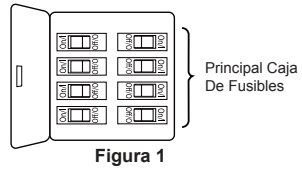

Figura 1
Uso de perfil bajo (Figura 1)
1. Extraiga la pieza de la bola colgante de la unidad de la bola colgante / varilla aflojando el tornillo de presión de la bola colgante hasta que la bola se libere de la varilla. Retire el pasador del barral y luego extraiga la semiesfera. Conserve el pasador y la semiesfera para su instalación en el Paso 6. (Figura 1)
Para evitar una posible descarga eléctrica, asegúrese de cortar la alimentación eléctrica de la caja de fusibles principal antes de colgar el ventilador. (Figura 1)
1. Para configurar el código de unidad del receptor. Deslice los interruptores de código a las mismas posiciones que en el transmisor. (Figura 1)